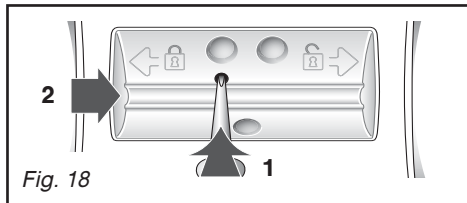

Fig. 18
- déverrouillez cette pièce (Fig. 18).